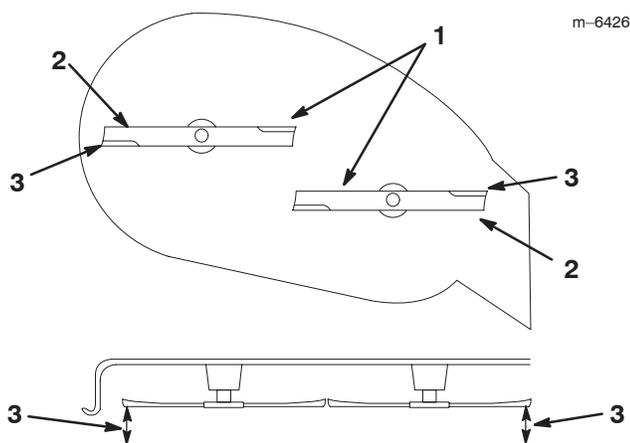

Figure 37
5. Tournez prudemment les lames pour qu'elles soient parallèles dans le sens transversal (Fig. 37). Mesurez la distance entre les tranchants extérieurs et le sol plat
(Fig. 37). Si les deux mesures diffèrent de plus de 5 mm (3/16 pouce), l'horizontalité transversale doit être réglée (voir les points 6 à 8).